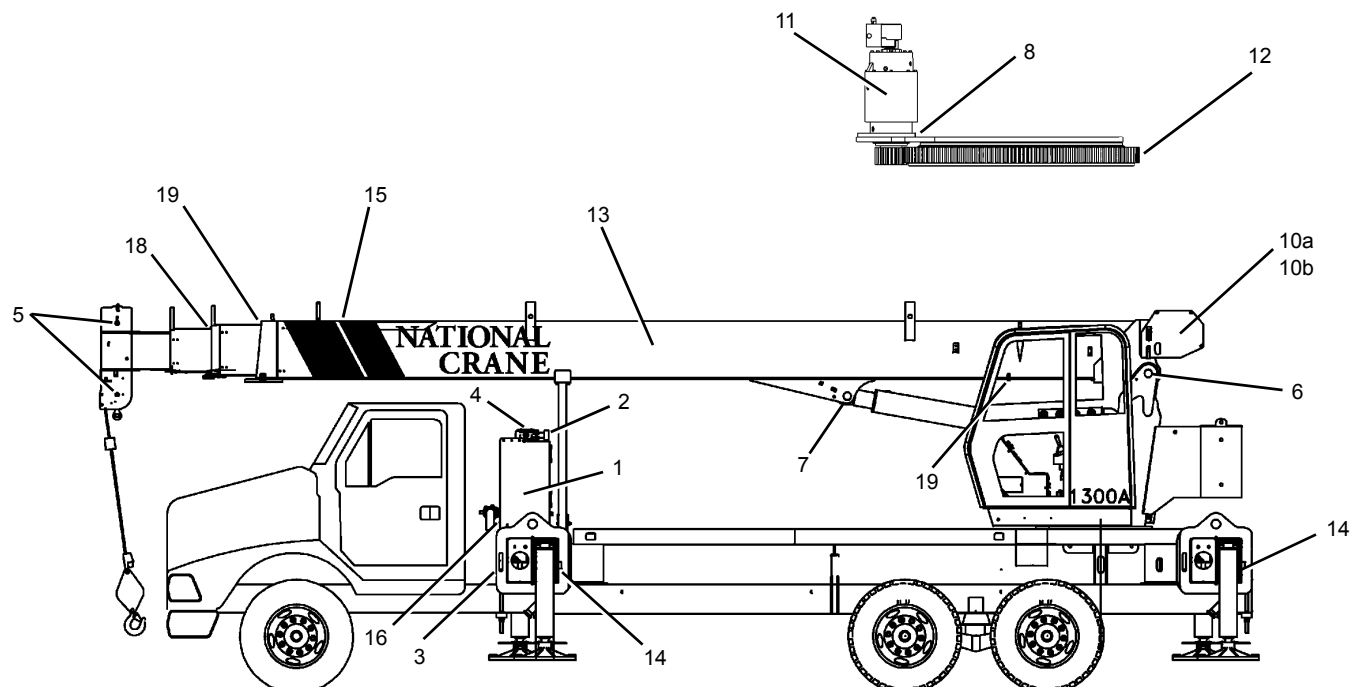

FIGURA 5-1
A seguir, uma descrição dos pontos e intervalos de lubrificação e dos tipos e quantidades de lubrificante e sua respectiva aplicação. Cada ponto de lubrificação é numerado e esse número corresponde ao número índice mostrado na Tabela de lubrificação (Figura 5-1). A descrição e os símbolos de lubrificação são apresentados nas tabelas a seguir.
2. Lubrifique o pino das polias do cabo de extensão (18) (Figura 5-1) até que uma pequena quantidade de graxa seja expelida pelo pino. Posicionado na frente da lança, olhe para trás através da caixa de polias para o pino a fim de determinar a quantidade de graxa.